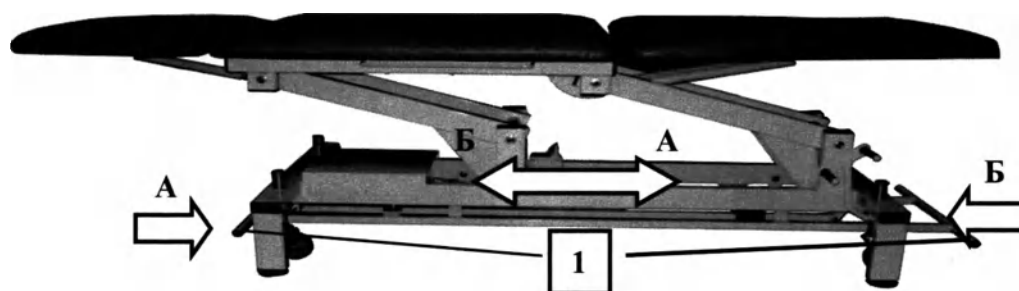

Рисунок 8 – Регулировка высоты стола - подъем / опускание ложа
7.4.1 Подъем / опускание ложа стола осуществляется путем перемещения и удерживания в крайнем левом / правом положении управляющего элемента манипулятора (рисунок 8 поз. 1). После достижения максимальной или минимальной высоты сервомотор выключается автоматически.